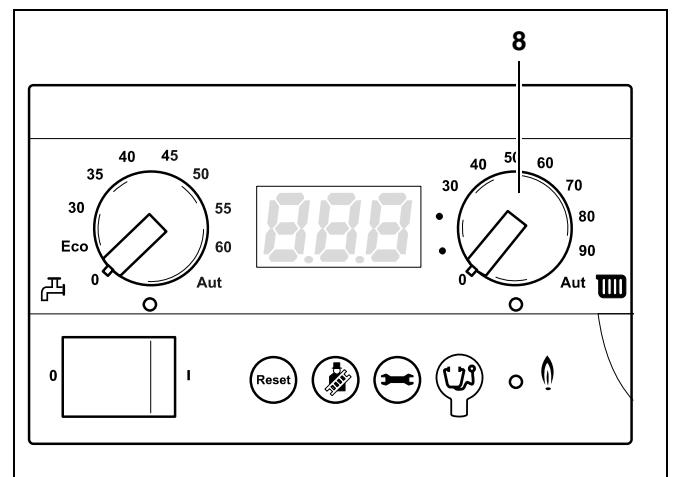

Abb. 8 Basiscontroller BC10
- Am Drehknopf für maximale Kesselwassertemperatur (Abb. 8, **Pos. 8**) die gewünschte Temperatur entsprechend Tab. 5, Seite 10 einstellen.
- Begrenzen Sie die maximale Kesselwassertemperatur mit dem Drehknopf für maximale Kesselwassertemperatur (Abb. 8, **Pos. 8**) auf die zulässige Vorlauftemperatur des Fußbodenheizkreises (z. B. 30 – 40 °C).